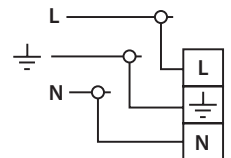

Рис. 1
3. Присоедините подготовленные концы проводов к проводам светильника обозначенных L, N, (символ заземления) способом допустимым «Правилами устройства электроустановок». Wolta рекомендует применять клеммные колодки. Рис. 1. Крепление типа Z - внешний гибкий кабель или шнур данного светильника не может быть заменен; если шнур окажется поврежден, то светильник должен быть утилизирован.